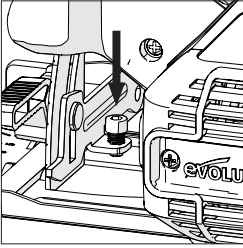

Fig. 16
Si se requiere el ajuste: gire el tornillo de ajuste (**Fig. 16**) hacia la derecha o hacia la izquierda con ayuda de una llave hexagonal (no suministrada) hasta que la hoja quede con un ángulo de exactamente 90° respecto a la placa base.
- Desenrosque los tapones de plástico situados en la parte trasera de la carcasa del motor. (**Fig. 16**) Tenga cuidado, ya que los tapones están colocados a presión.